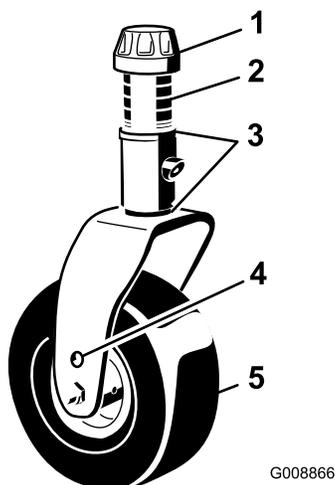

Figura 17
3. Retire a tampa de fixação do eixo roscado desloque o fuso (Figura 17) para fora do braço da roda giratória. Coloque ambos os calços (3 mm) no eixo, tal como se encontravam originalmente. Estes calços são necessários para atingir a mesma altura ao longo de toda a largura das unidades de corte. Desloque um número apropriado de cunhas de 13 mm (consulte a